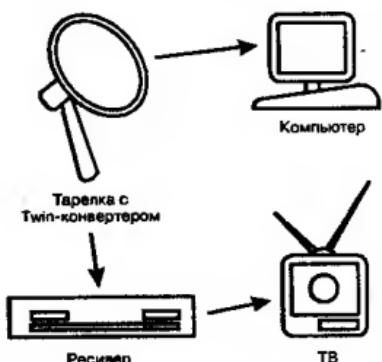

Рис. 7.1. Схема подключения к спутниковому Internet с использованием Twin-конвертера
- С использованием Twin-конвертера (рис. 7.1). Необходимое оборудование: